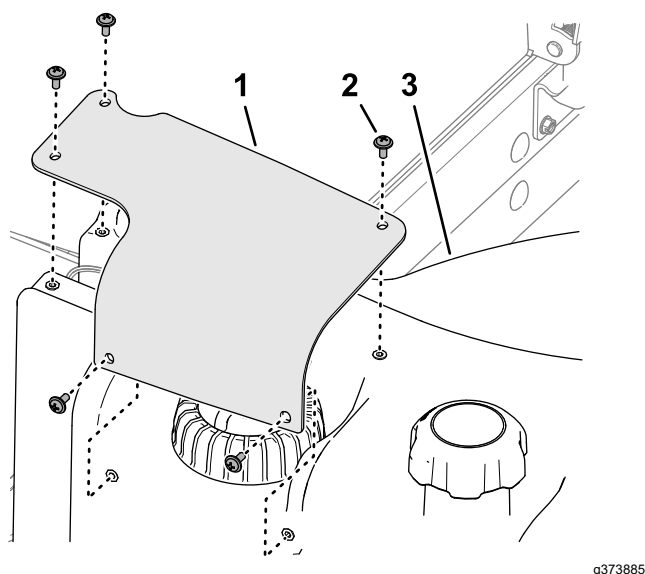

Figura 130
7. Alinai orificiile capacului transmiătorului pentru combustibil cu orificiile rezervorului de combustibil și fixează capacul pe rezervorul de combustibil cu cele 5 uruburi cu cap Phillips (Figura 130).